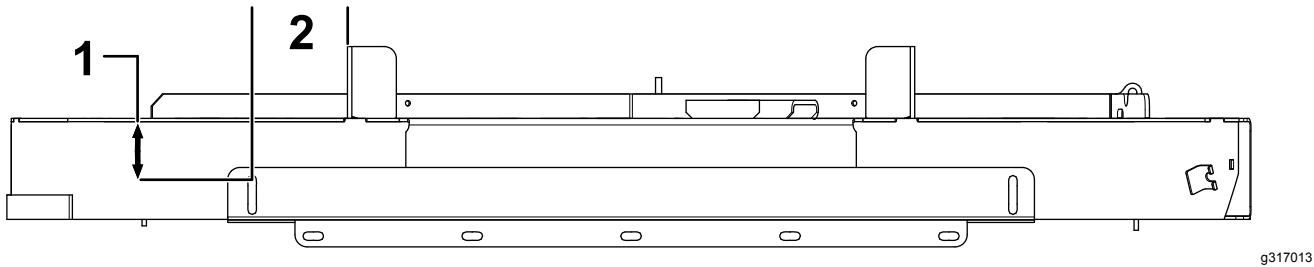

Figure 10
1. En vous servant du support du traceur comme gabarit, percez 2 trous (9/32 po) dans le tablier de coupe en utilisant les dimensions indiquées sur la Figure 10.